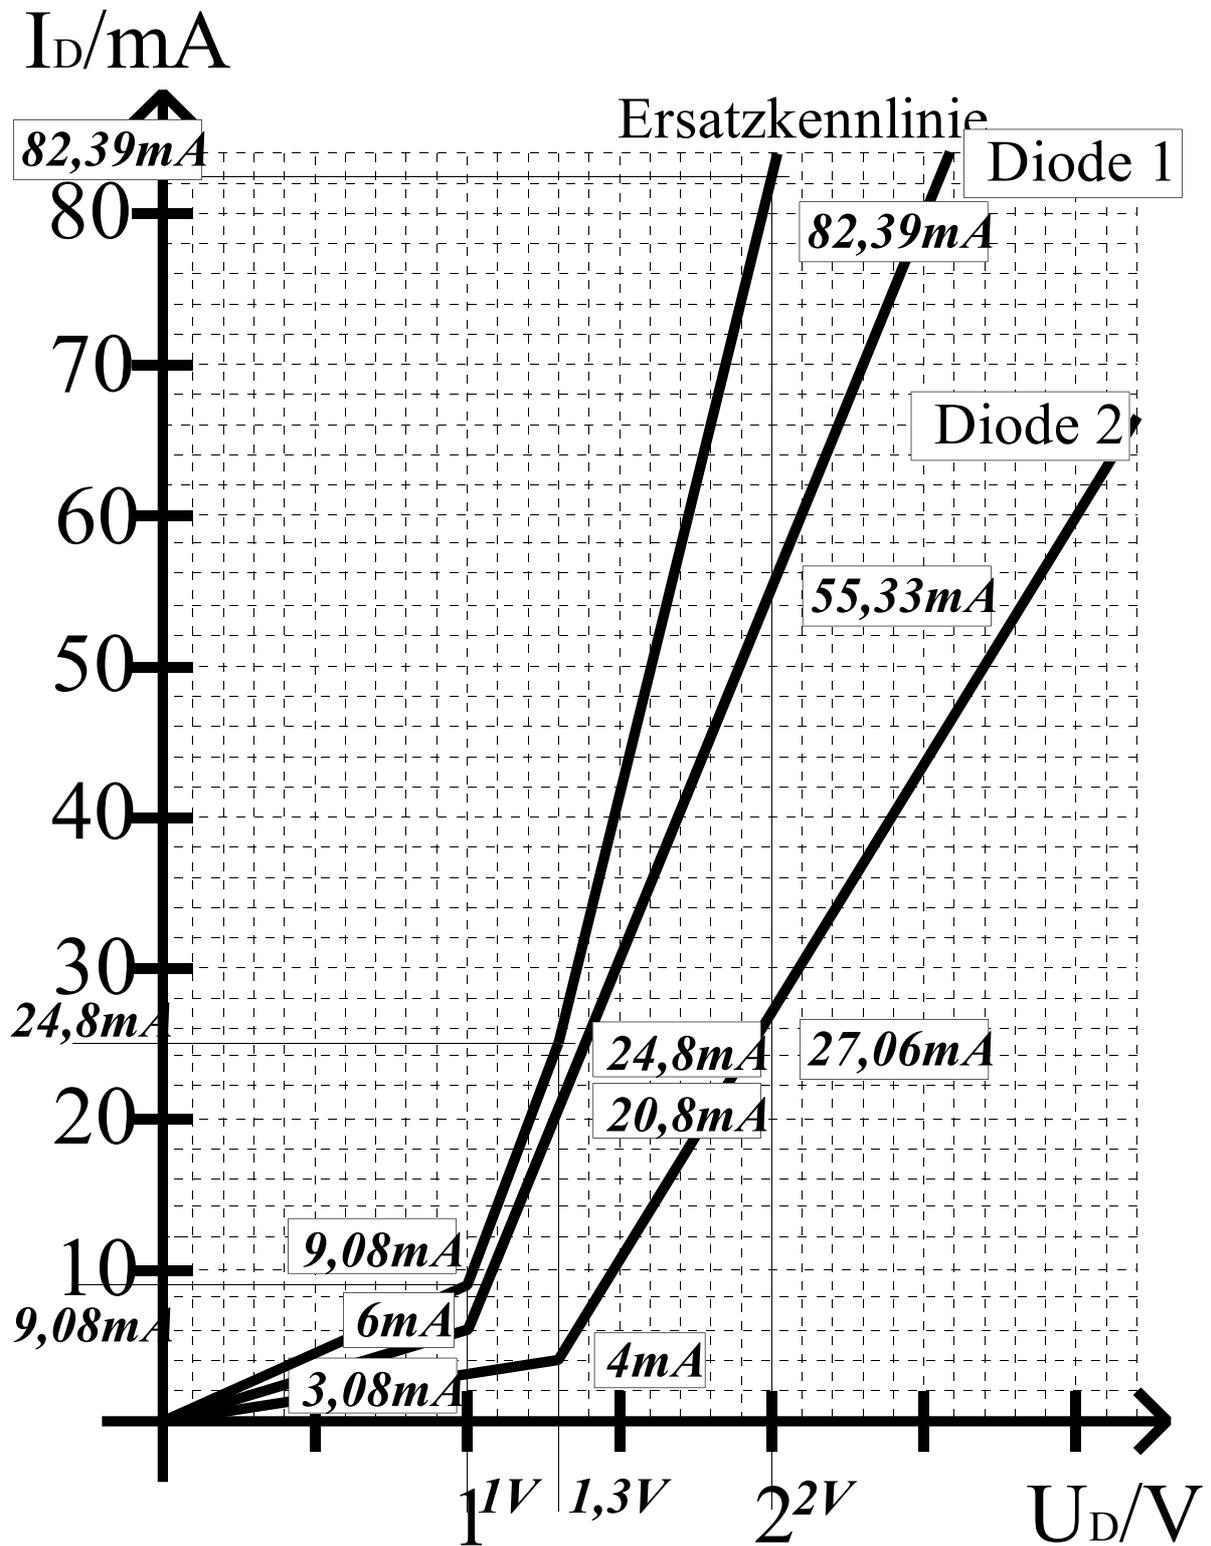

Abb. 12
2. Konstruktion der Gesamtkennlinie der Parallelschaltung von Diode 1 und Diode 2 (Abb. 12)
3. Bestimmung der math. Funktion der Ersatzkennlinie der Halbleiterdioden (Abb.12)